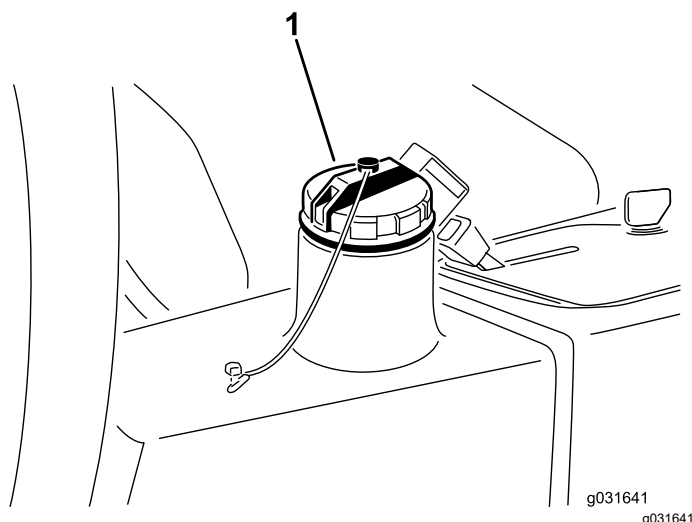

図 63
- 油圧オイルタンクの注油口とキャップの周辺をきれいに拭く **図 63**。
- オイルタンクのキャップを取る **図 63**。